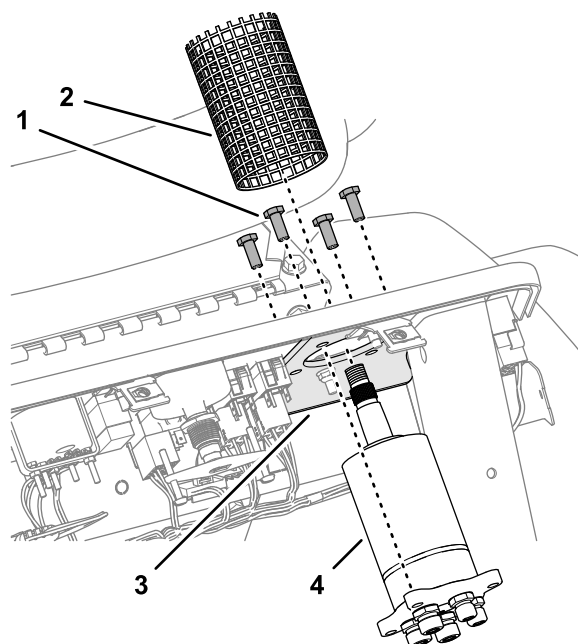

Figure 50
5. Déposez le couvercle du distributeur de direction (Figure 50).
6. Retirez les 4 vis (8 x 20 mm) qui fixent le distributeur de direction à la plaque de direction, et déposez le distributeur de la plaque (Figure 50).